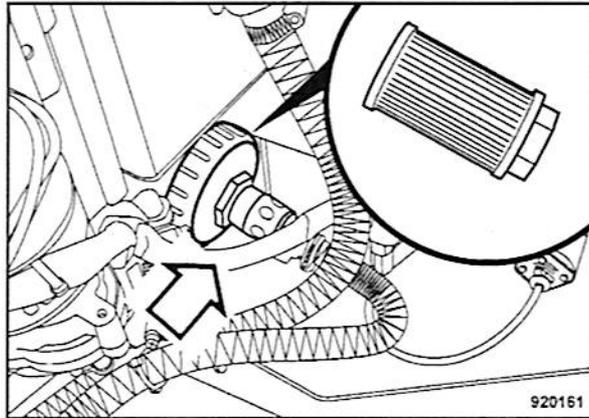

Fig. 197
- Separar los acoplamientos rápidos (Fig. 197) en el filtro de agua.